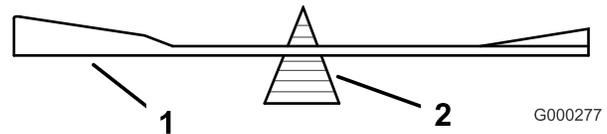

Figura 57
2. Verifique el equilibrio de la cuchilla colocándola sobre un equilibrador de cuchillas (Figura 57). Si la cuchilla se mantiene horizontal, está equilibrada y puede utilizarse. Si la cuchilla no está equilibrada, rebaje algo del metal en la parte de la vela solamente (Figura 57). Repita este procedimiento hasta que la cuchilla esté equilibrada.